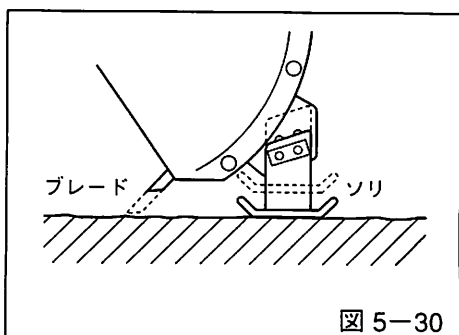

図 5-30
- 整地された路面、アスファルト路面を除雪する場合にはソリのボルトを緩めてソリを上を上げ、ブレードをソリと同じ高さにセットすれば、路面スレスレまできれいに除雪ができます。(図5-30参照)